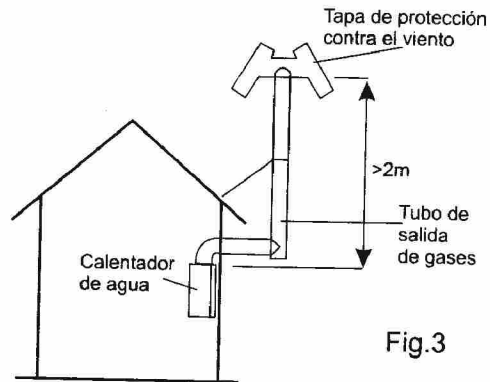

Fig.3
2.2.2 La largura del tubo corrugado puede determinarse de acuerdo con la necesidad. La altura total del tubo de salida de gases debe ser superior a 2m, y su largura horizontal no puede exceder 3m. No puede haber más de 2 vueltas con ángulo de dobladura superior a 90 y con radio de dobladura no inferior a 90mm, para reducir la resistencia a la evacuación (ver la Fig.3).